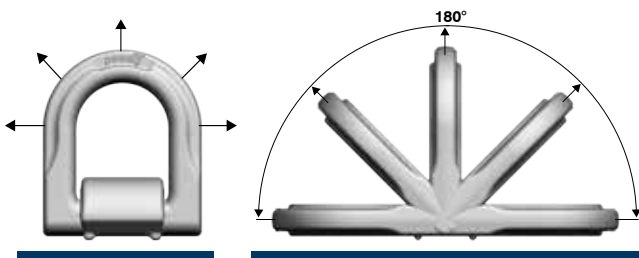

Bild 1: erlaubte Belastungsrichtungen die bei bestimmungsmäßigem Gebrauch auftreten können.
- Die Belastung darf nur in der vorgegebenen Richtung (Bild 1 unter Punkt 2 dieser Anleitung) mit der maximalen Zurrkraft lt. Tabelle 1 und unter Berücksichtigung der unter Punkt 2 angegebenen Einsatzbedingungen erfolgen
Belastung: Die Belastung darf nur in der vorgegebenen Richtung (Bild 1) mit der maximalen Zurrkraft lt. Tabelle 1 und unter Berücksichtigung der hier angegebenen Einsatzbedingungen erfolgen.
- Zugrichtung nicht im vorgegebenen Bereich lt. Bild 1 liegt.